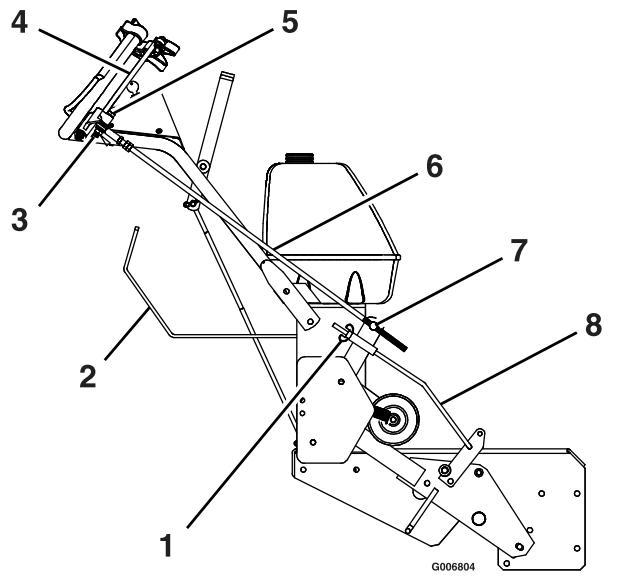

Figura 22
- Localice el acoplamiento de la palanca de avance en un lado de la máquina y retire el tornillo de caperuza hexagonal de 5/16"-18 x 1 3/4" y la tuerca nyloc de 5/16"-18 (ver Figura 22).
fondo de la muesca del rodillo del seguro de bloqueo de punto muerto/freno de estacionamiento (ver Figura 22).
- C. Vuelva a instalar el tornillo de caperuza hexagonal de 5/16"-18 x 1 3/4" y sujetelo con la tuerca nyloc de 5/16"-18. Haga lo mismo en el otro lado (ver Figura 22).